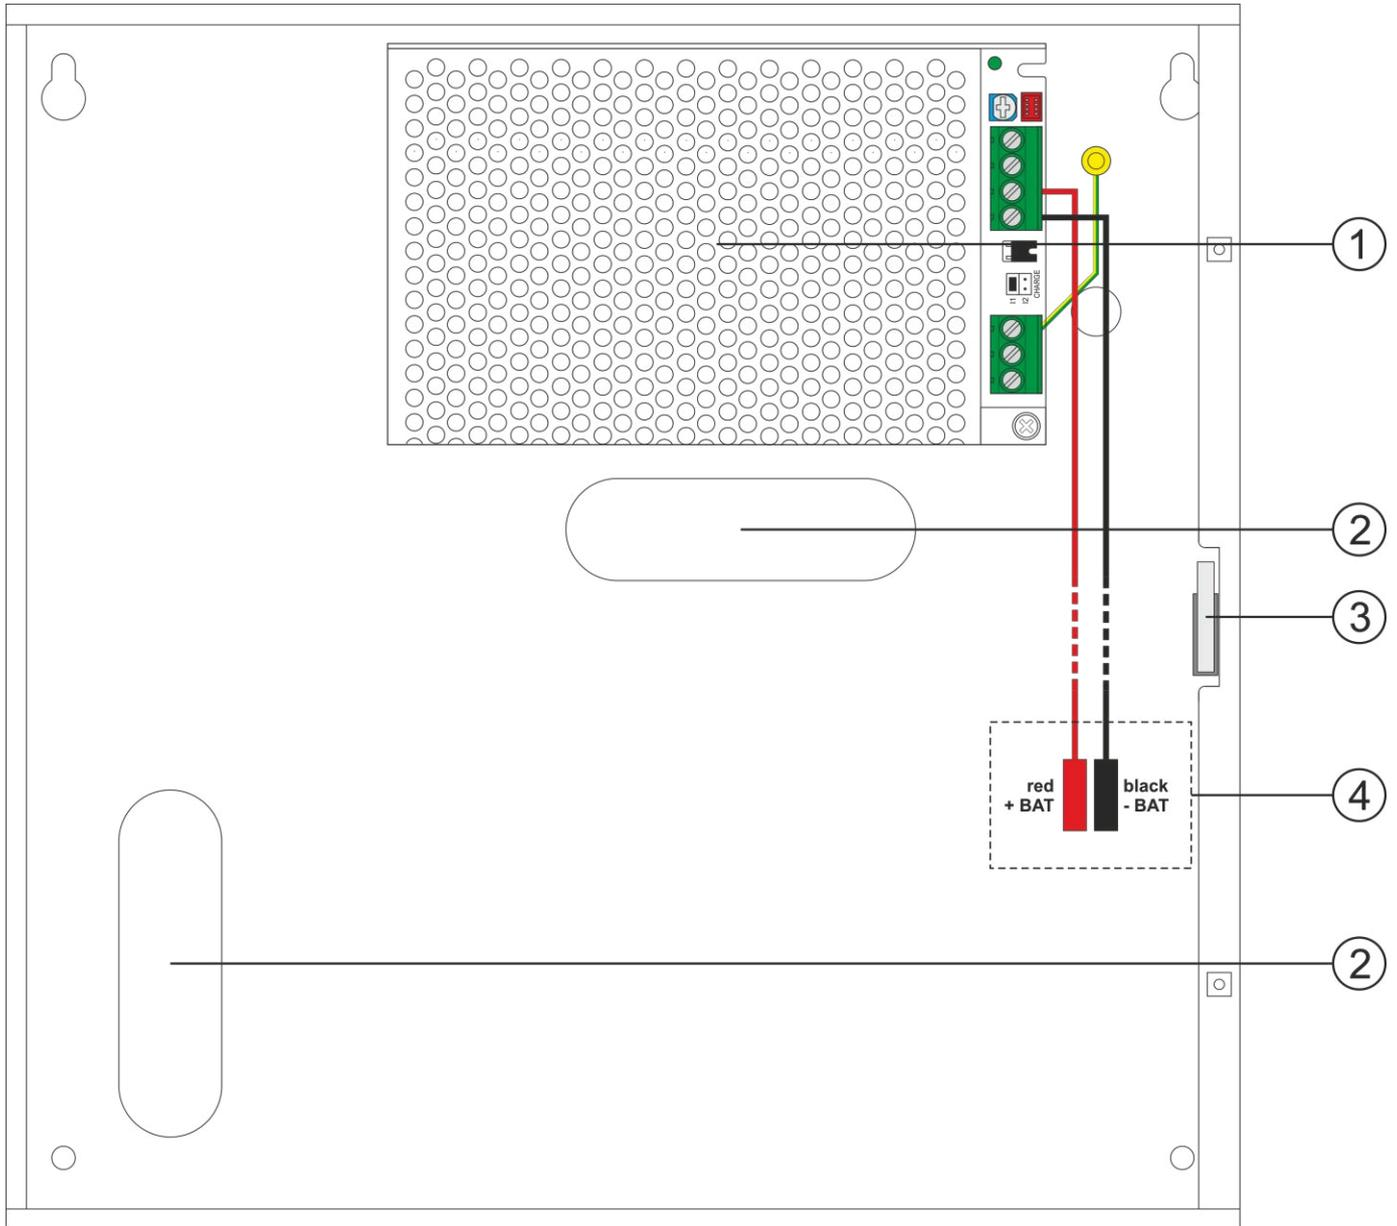

Fig.3. Vue de la PSU.
Tableau 2. Vue de la PSU (voir Fig. 3).
6. Montez la batterie dans le compartiment de la batterie du boîtier (Fig. 3). Connecter les batteries à l'unité d'alimentation en veillant à respecter la polarité et le type de connexion (Fig.4) :